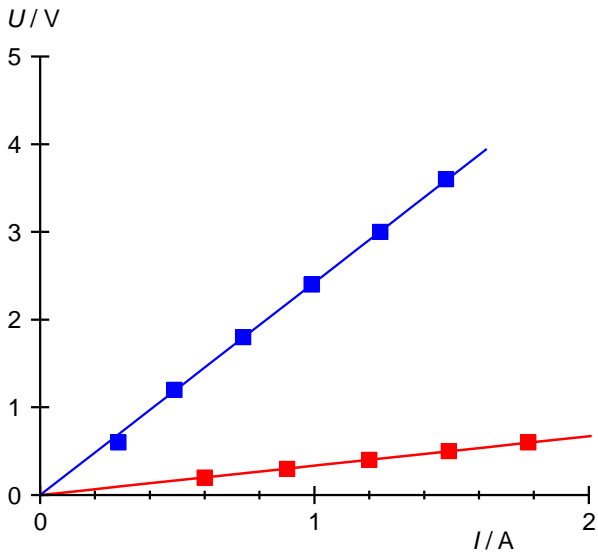
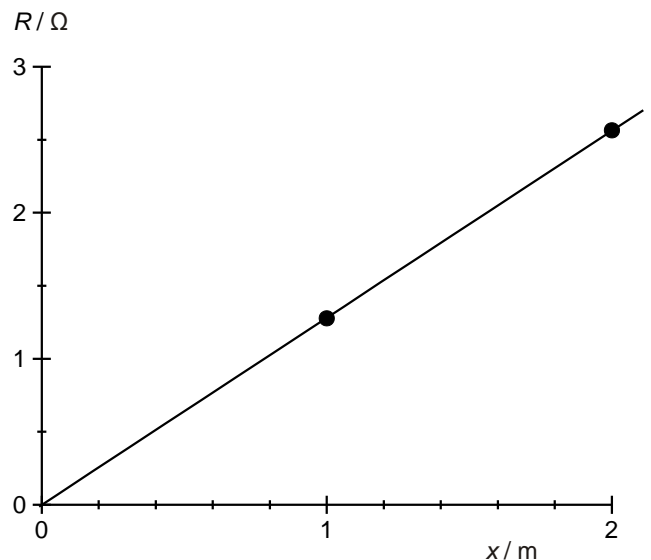

Fig. 2: Diagramme tension/courant ($U-I$) pour un fil en constantan (bleu) et un fil en laiton (rouge) avec longueur $x = 1$ m et épaisseur $d = 0,5$ mm.
Fig. 4: Résistance R comme fonction de la longueur x .
- Valeurs de mesure pour chacun des trois paramètres ρ , x et d à présenter dans des schémas $U-I$ (Fig. 2, 3, 5).
- Aux points de mesure $U(I)$, ajuster les droites dont la pente dépend selon (1) directement de la résistance ohmique R (Tab. 4, 6, 7).
- En cas de matériaux de fils différents selon (2), utiliser directement les valeurs connues de longueur x et d'épaisseur d , pour calculer la valeur de la résistance spécifique ρ (Tab. 5).
- En cas de longueurs, épaisseurs ou sections transversales de fils différentes, indiquer les valeurs de résistance ohmique sur la longueur x ou la valeur réciproque de la section transversale A , ajuster chaque droite (Fig. 4, 6) et avec leur pente selon (2), utiliser les valeurs connues d'épaisseur d ou de longueur x pour définir la résistance spécifique ρ .
Tab. 4 : Résistance ohmique pour un fil en constantan et un fil en laiton de longueur $x = 1$ m et d'épaisseur $d = 0,5$ mm, définie à partir de la pente des droites sur les points de mesure de Fig. 2.